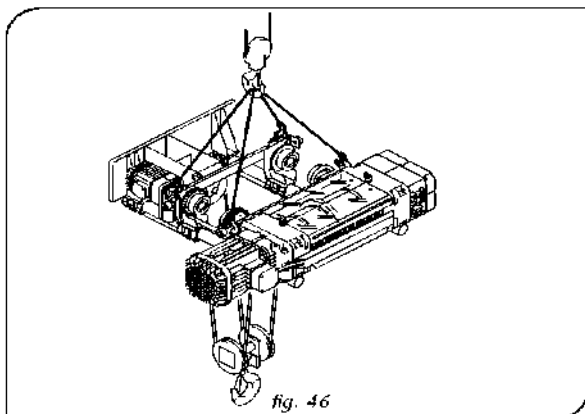

fig. 46
- Wyjąć wózek/wciągarkę z zamocowań, które ją przymocują do palety, zaczepić w przedstawionych miejscach (rys. 46) i podnieść na wysokość około 1m.